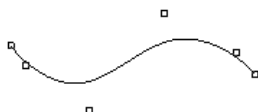

图 3.2.19 开放的（显示控制点）
- ◆ 选取  **Open End with Control Points** 选项，则此时的样条如图 3.2.19 所示。